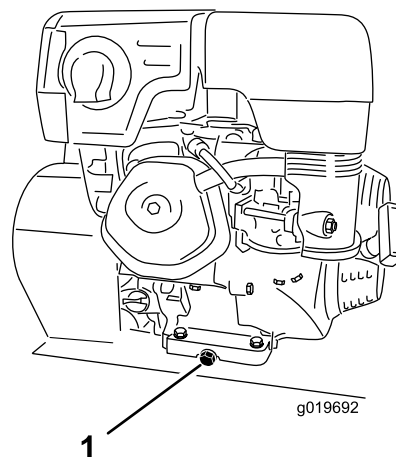

Figure 22
3. Enlevez le bouchon de vidange (Figure 22).